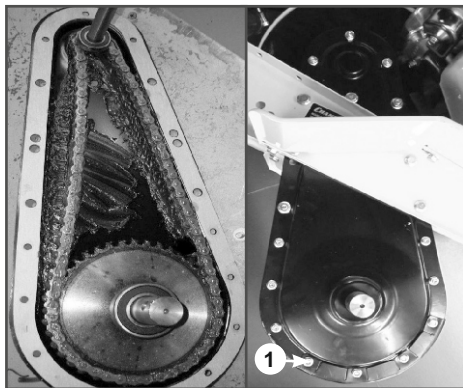

Рис. 4
Для замены смазки снимите редуктор с мотокультиватора, открутите болты крепления (1) половинок корпуса редуктора (Рис.4).